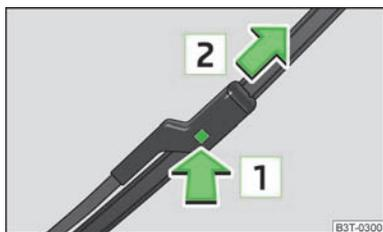

Fig. 50
- Premere la sicurezza  » fig. 50 per sbloccare la spazzola del tergicristallo e quindi estrarla in direzione della freccia .